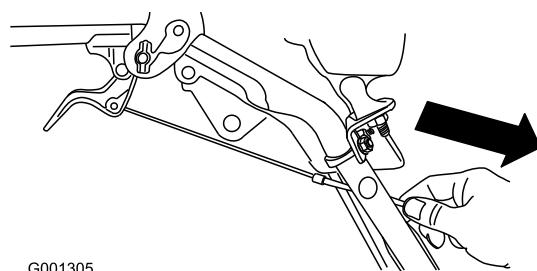

Figure 8
- Tirez doucement sur la gaine du câble jusqu'à ce que le levier d'embrayage de roue soit abaissé et que le câble soit tendu. Serrez ensuite fermement l'écrou de serrage du câble (Figure 8).